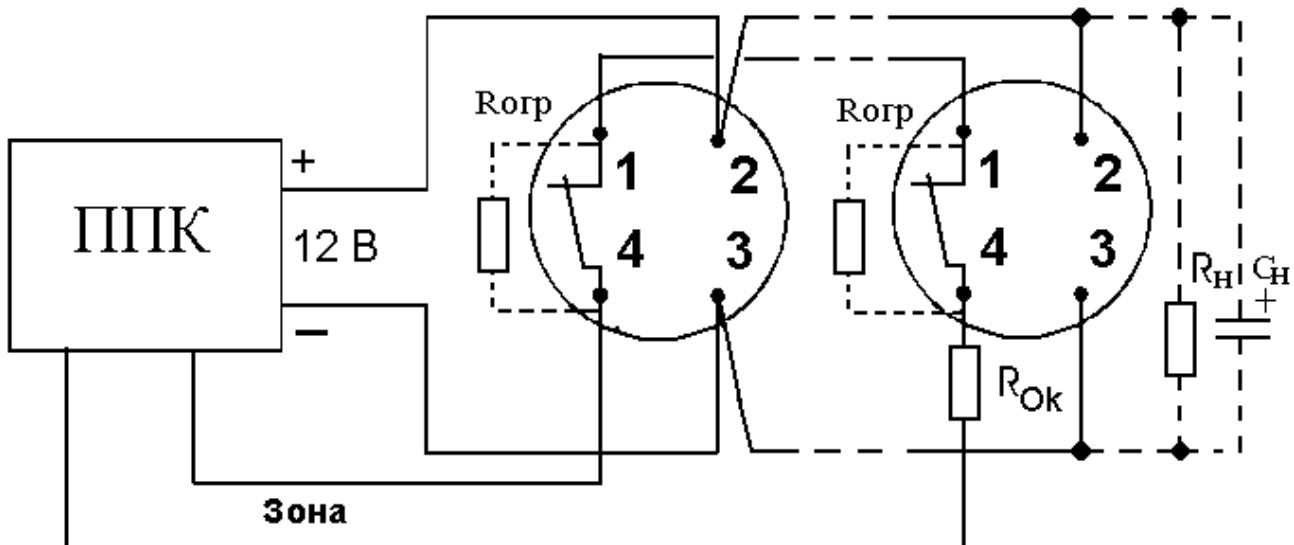
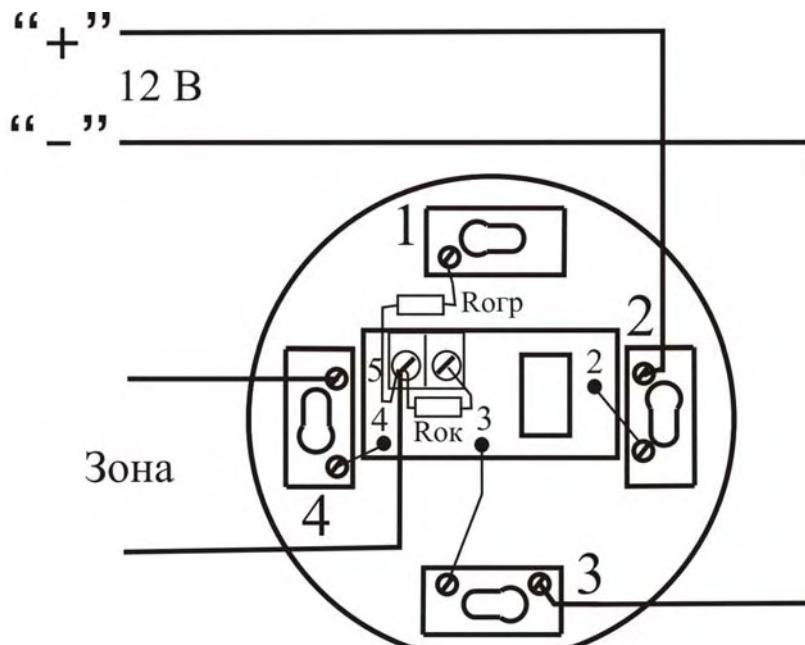

Рис. 1
Рис. 4
2.10 Сопротивление разомкнутых контактов реле	в зависимости от Рогр (см рис.1)
3.2 При условии специального заказа возможна поставка извещателей с установленными резисторами (Рогр см. рис. 1) заданного сопротивления параллельно нормально-замкнутым контактам реле.
6.6 Схемы подключения извещателей к ППК с различными ШС приведены на рис. 1 – рис. 4.